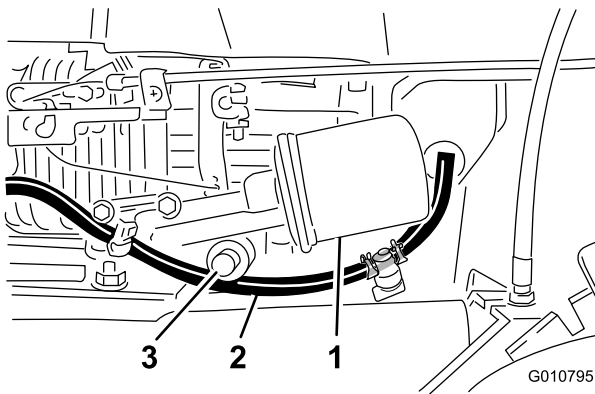

Bild 22
5. Schieben Sie den Ablassschlauch auf das Ölablassventil (Bild 22).
Tauschen Sie den Ölfilter (Bild 22) alle 100 Betriebsstunden oder mindestens einmal pro Jahr aus.